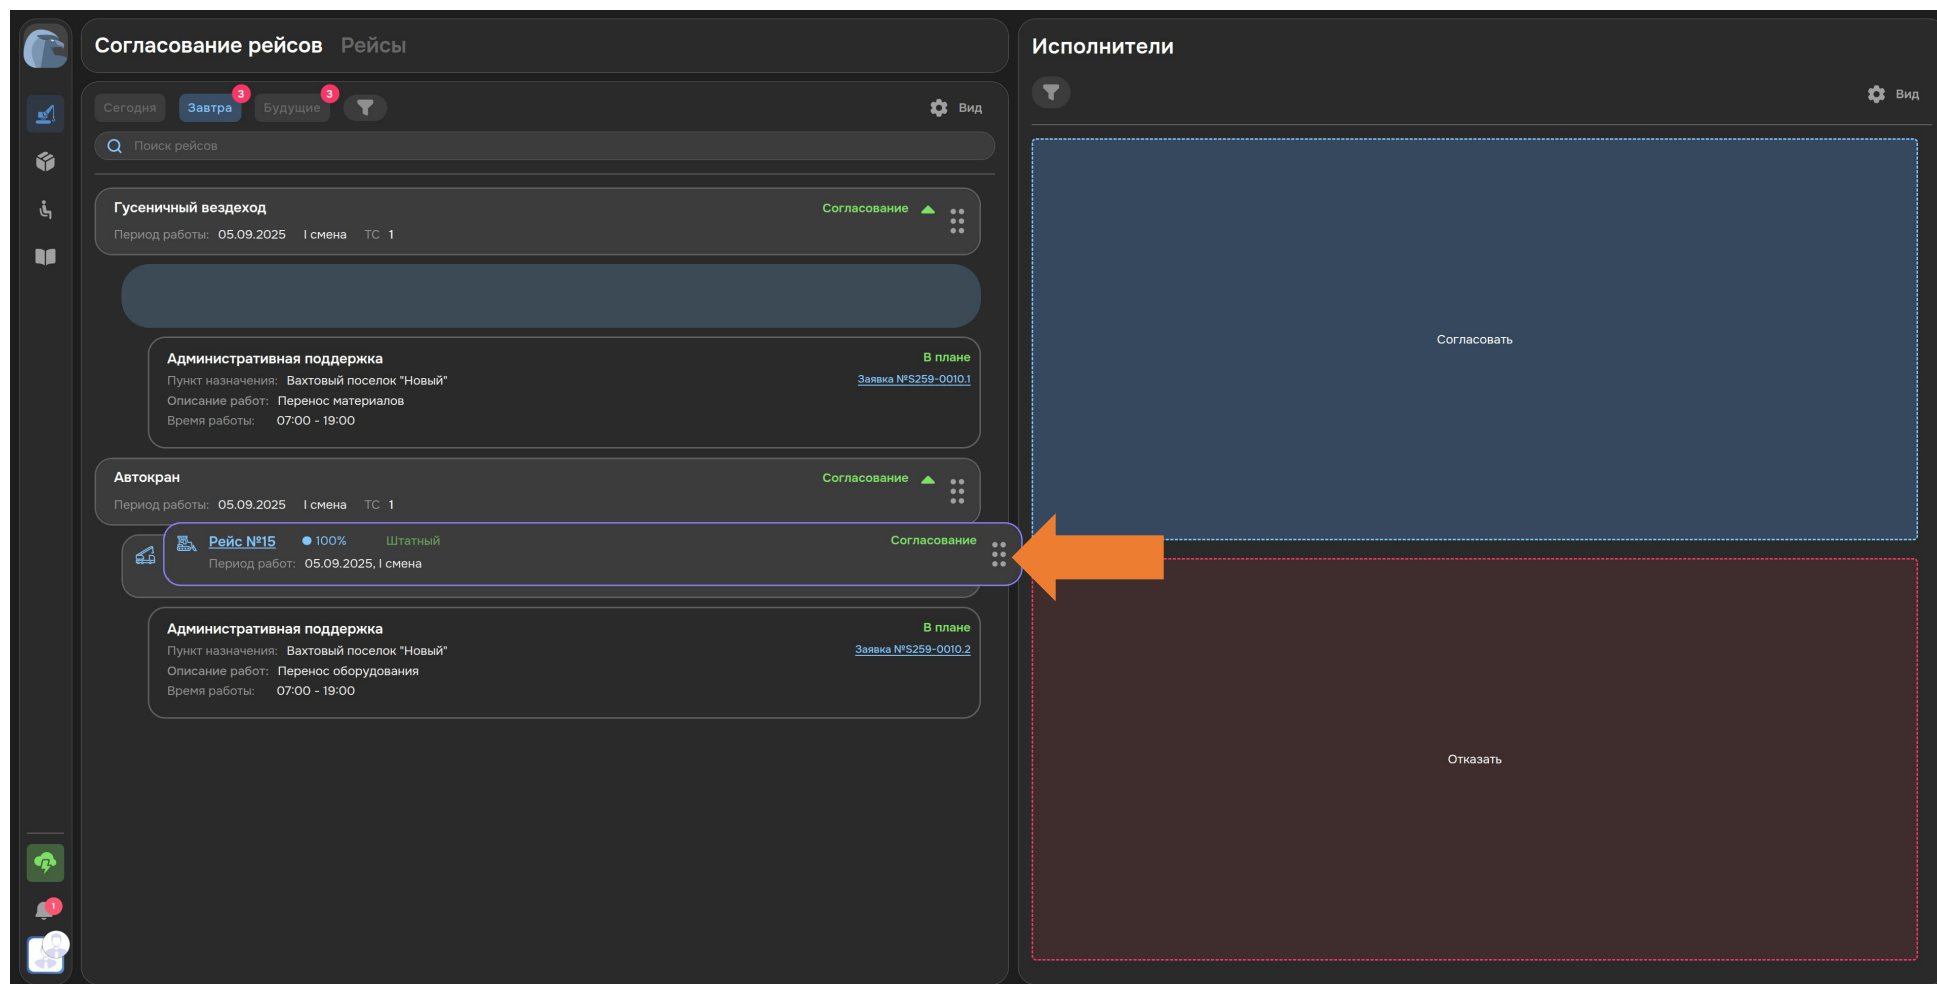

Рисунок 44. Согласование Рейса с помощью drag-n-drop
2. Нажмите и зажмите левую кнопку мыши на Рейсе, по которому решается вопрос о согласовании, и переместите его в поле «Согласовать» или «Отказать» (см. Рисунок 44). Перемещать можно Рейсы и типы ТС, причем если переместить тип ТС, то будут согласованы или не согласованы все Рейсы по данному типу ТС. Зажав кнопку CTRL на клавиатуре, можно выделить несколько Рейсов и переместить их для согласования или отказа в согласовании.